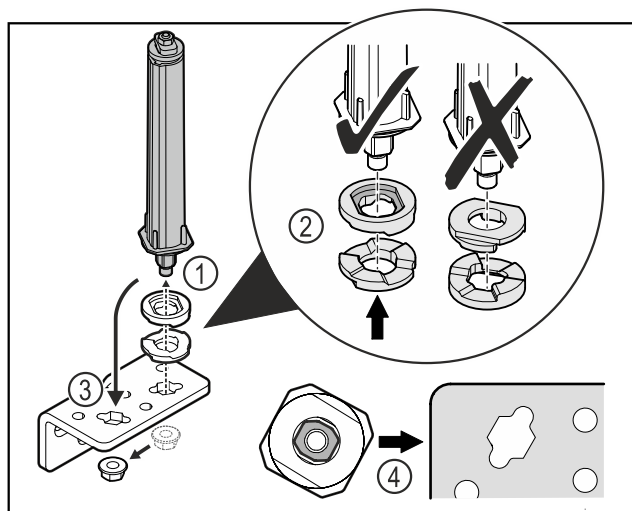

Fig. 47
- ▶ Allentare il dado e rimuovere il sistema di chiusura della porta Fig. 47 (1).
- ▶ Assicurarsi che le rondelle per la regolazione dell'altezza siano rivolte nel verso giusto Fig. 47 (2).
- ▶ Spostare il sistema di chiusura della porta nella cerniera angolare e fissarlo con il dado Fig. 47 (3).
- ▶ Durante l'inserimento del sistema di chiusura della porta assicurarsi che sia rivolto nel verso giusto Fig. 47 (4).